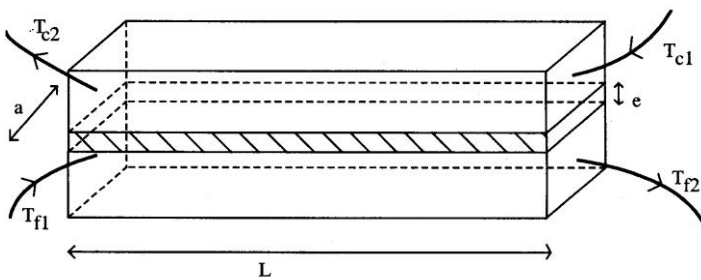

Figure 1
- un fluide f , de débit massique q_{mf} , de capacité thermique massique à pression constante $c_{pf} = 2,0 \text{ kJ}\cdot\text{kg}^{-1}\cdot\text{K}^{-1}$, qui entre dans l'échangeur à la température T_{f1} et en ressort à la température T_{f2} (voir les figures 1 et 2).
Sur les figures 1 et 2, la plaque métallique est hachurée.